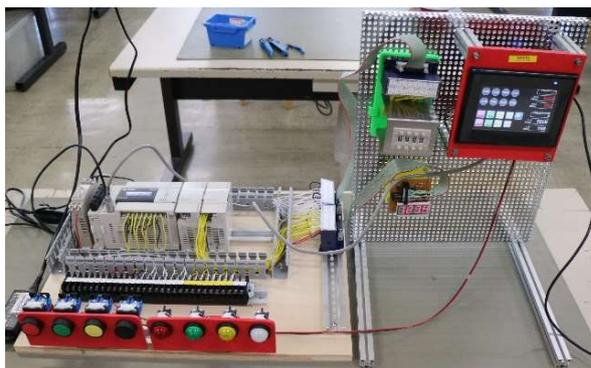
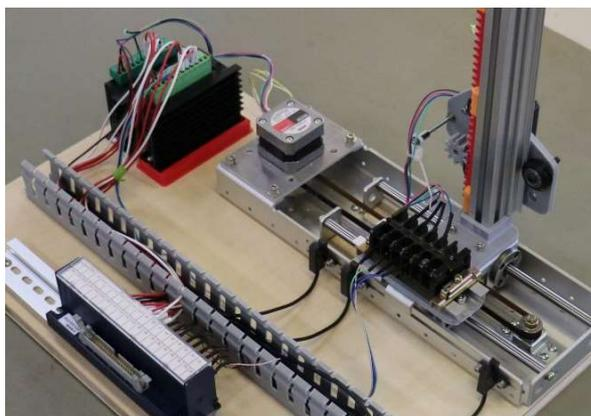

図 1 実習制御盤
図 2 位置決め制御用実習装置
さらに，数値データの入出力桁数の増加に対応できるように，タッチパネルも設置した。完成した制御盤を図 1 に示す。
②のコースは図 1 の制御盤に，1 軸テーブルを備えた位置決め制御用実習装置を接続し，セミナーを実施する。水平方向だけでなく，垂直方向にもステッピングモータを取り付け，2 軸の位置決め制御を可能とした。図 2 に完成した実習装置を示す。